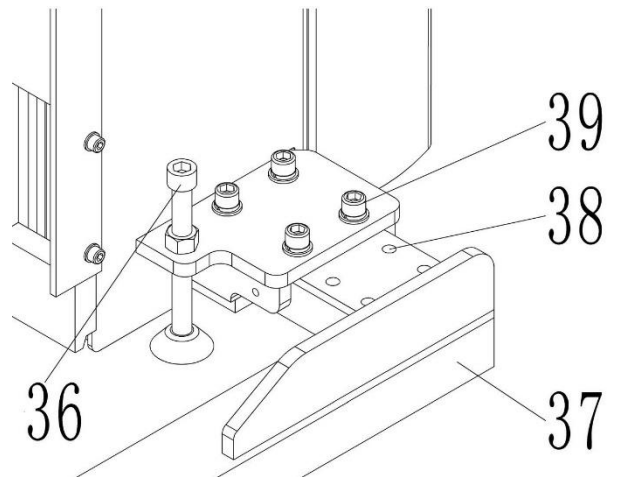

Рис. 14: Регулировка аутригеров
- После регулировки аутригеров затяните позиционирующие болты (рис. 14, поз. 39).
- При регулировке аутригеров обратите внимание на то, что количество позиционных отверстий (рис. 14, поз. 38), открытых с каждой стороны аутригеров, должно быть одинаковым. Как показано на рис. 14, если на одной стороне имеется 4 позиционных отверстия, на другой стороне их также должно быть 4.
- Поверните по часовой стрелке опорную стойку (рис. 14, поз. 36) с обеих сторон штабелера, пока штабелер не будет поднят.
- Выкрутите позиционирующий болт (рис. 14, поз. 39).
- Отрегулируйте аутригер (рис. 14, поз. 37) так, чтобы соответствующее отверстие (рис. 14, поз. 38) было соосно позиционирующему болту (рис. 14, поз. 39).
- При регулировке аутригеров обратите внимание на то, что количество позиционных отверстий (38), открытых с каждой стороны ножек, должно быть одинаковым. (как показано на рис. 14, если на одной стороне имеется 4 позиционных отверстия (38), на другой стороне их также должно быть 4).
- Плотно закрутите позиционирующий болт (рис. 14, поз. 39).
- Поворачивайте против часовой стрелки опорную стойку (рис. 14, поз. 36) с обеих сторон штабелера до тех пор, пока опорная стойка не перестанет поворачиваться.